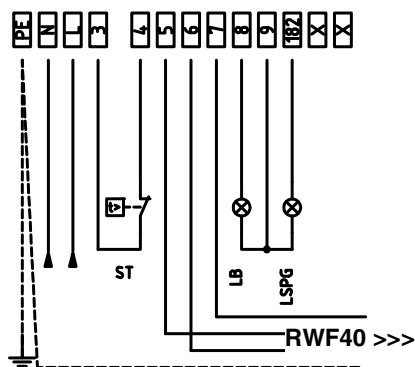

Рис. 21: Модулирующие горелки
3). В случае с модулирующими горелками, клеммы 5,6 и 7 клеммника MA горелки уже подсоединены с модулирующему регулятору (мод. **RWF 40**). С электрошита выходит 4-х полюсная вилка, предназначенная для подключения датчика температуры или давления (см. Рис. 21)